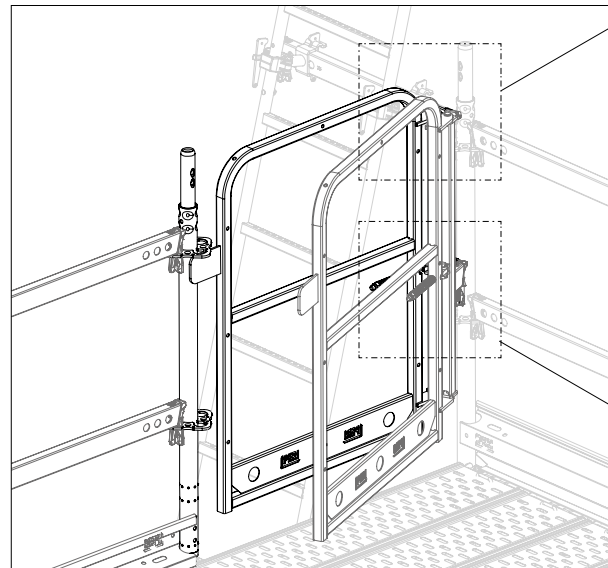
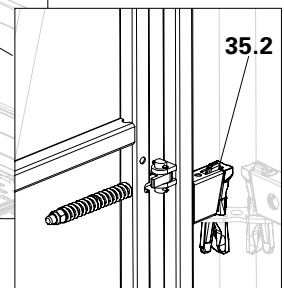

Abb. A5.12a
Abb. A5.12c
1. Sicherheitstür mit Keil (35.2) und Einhängelasche (35.3) an den Rosetten des Vertikalstieles einhängen. (Abb. A5.12a – Abb. A5.12c)